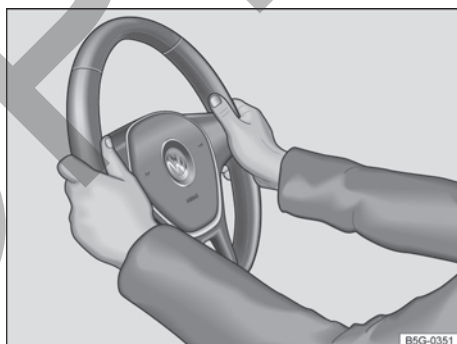

Fig. 52 En el volante: posición 9 y 3 horas.
- Ajustar la posición del volante de forma que pueda sostenerlo lateralmente por el borde exterior *posición equivalente a las 9 y a las 3 horas* → **fig. 52** con ambas manos y los brazos ligeramente doblados.
- Empuje la palanca ① siempre por su mango con firmeza hacia arriba después del ajuste, para bloquear la posición del volante.
- Durante la conducción, siempre sujete el volante con ambas manos lateralmente en el borde externo en la posición equivalente a las 9 y a las 3 → fig. 52, para reducir las lesiones provocadas por un disparo del airbag frontal del conductor.